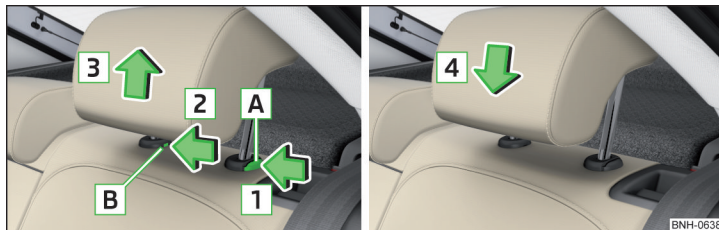

Fig. 74 Scoaterea/introducerea tetierei din spate
- ▶ Pentru **scoatere**, mențineți butonul de siguranță **A** în sensul săgeții **1**, în același timp cu o șurubelniță plată (cu lățimea de maxim 5 mm), apăsați butonul de siguranță în deschiderea **B** în sensul săgeții **2** și scoateți tetiera în sensul săgeții **3** » fig. 74.